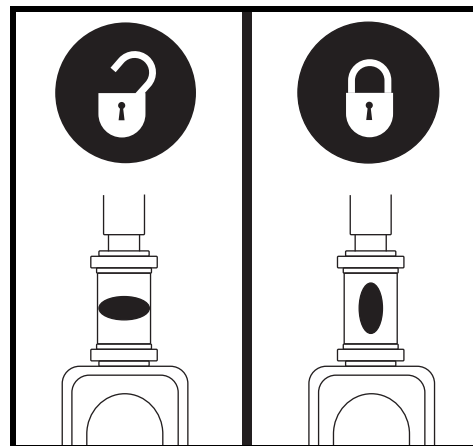

Figura 25. Bloccasterzo
2. Bloccare il manubrio in posizione diritta in avanti spingendo la manopola di blocco del manubrio e ruotandola in senso orario di 90°. **Vedere figura 25.** La ruota anteriore deve essere rivolta in avanti per bloccare il manubrio.
1. Estrarre la chiave dall'apposito interruttore e bloccare il manubrio in posizione diritta in avanti spingendo la manopola di blocco del manubrio e ruotandola in senso orario di 90°. **Vedere figura 25.** La ruota anteriore deve essere rivolta in avanti per bloccare il manubrio.
6. Sbloccare la ruota anteriore ruotando il manubrio di 90° in senso antiorario. **Vedere figura 25.**